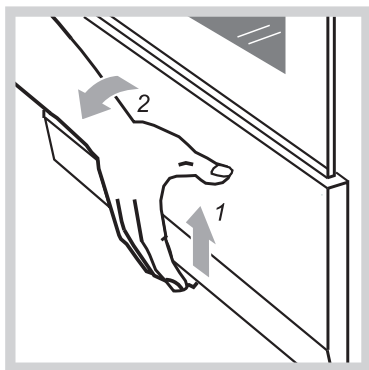

Рис.22
- Плиты выпускаются двух исполнений: с выдвижным ящиком и с откидной дверцей. Чтобы открыть дверцу, ее нужно приподнять вверх и наклонить на себя (рис.22).